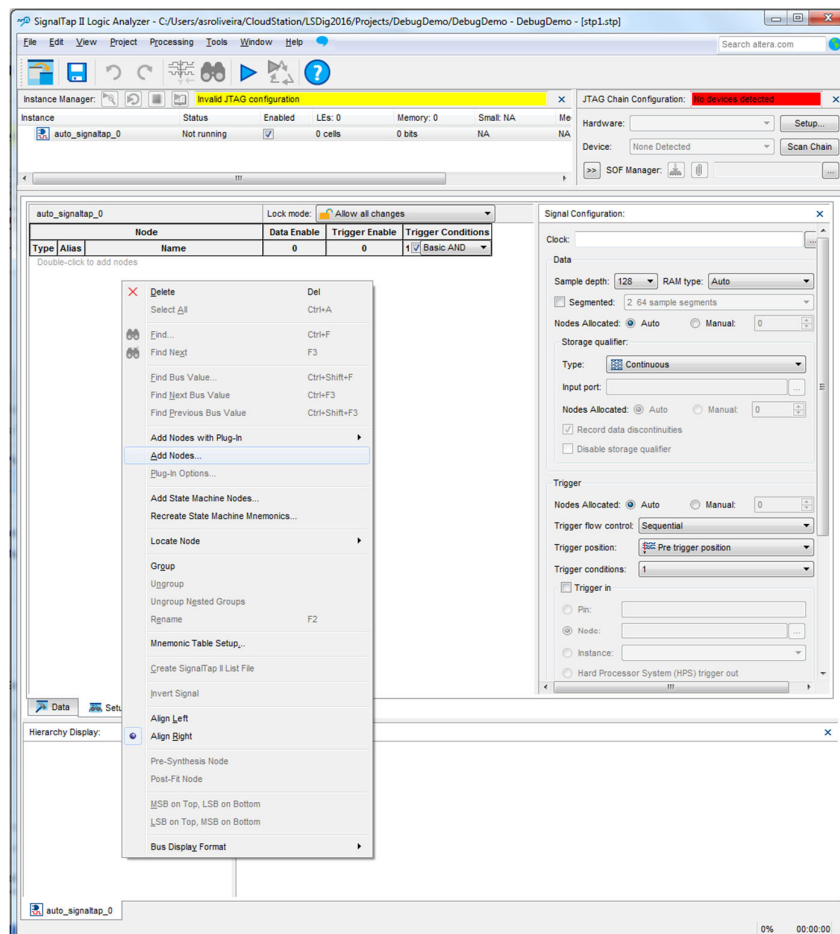
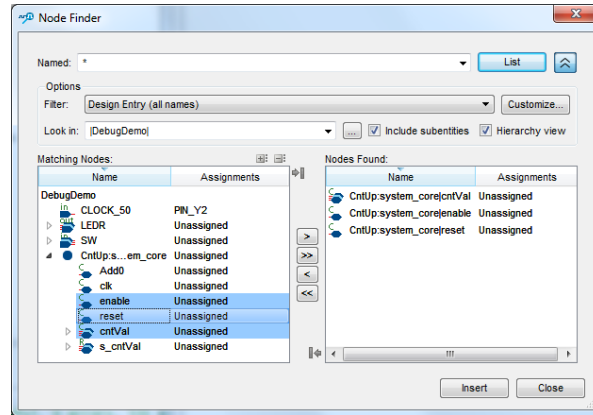

Figura 20 – Aspeto inicial da aplicação “SignalTap Logic Analyzer”.
Figura 21 – Portos do contador seleccionados (“reset”, “enable” e “cntVal”).
3. Após a criação do ficheiro do tipo *SignalTap Logic Analyzer File* é apresentada a aplicação da Figura 20, onde devem ser especificados os sinais que se pretende capturar e visualizar, o sinal de *clock* usado para estabelecer a frequência de amostragem dos sinais, o número de amostras capturadas e as condições que disparam a amostragem. A configuração destes parâmetros vai ser descrita nos próximos pontos.
4. O primeiro passo é a adição dos nodos (sinais e portos) do sistema que se pretende capturar. Para tal, deve ser seleccionada a opção “Add Nodes...” do menu acessível com o botão direito do rato na área “Setup” mostrada na Figura 20. Os portos a seleccionar para captura e visualização no analisador lógico são os apresentados na Figura 21. Selecione a opção “Design Entry (all names)” no parâmetro “Filter”.